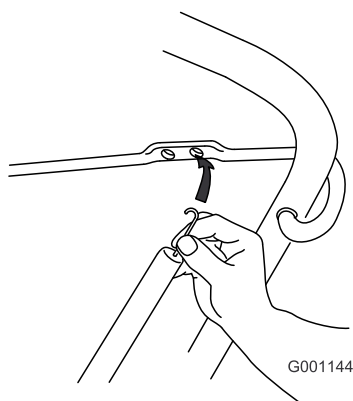

Figure 4
3. Accrochez l'extrémité du câble de commande dans le trou inférieur de la barre de commande (Figure 4).